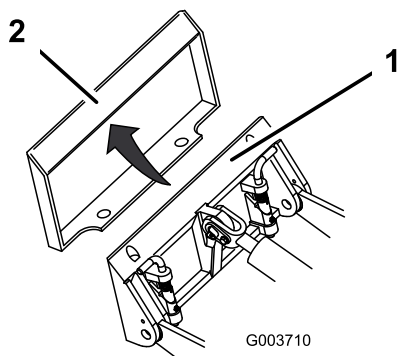

Bild 13
4. Setzen Sie die Befestigungsplatte in die obere Lippe der Aufnahmeplatte am Anbaugerät (Bild 13).